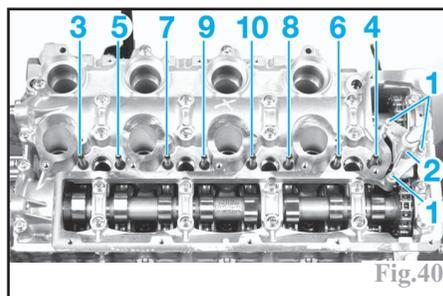

Fig.40
- les trois vis (1) du tendeur de chaîne (Fig.40).
- le tendeur de chaîne de distribution (2).
- les colonnettes de fixation d'injecteur dans l'ordre indiqué de (3) à (10).